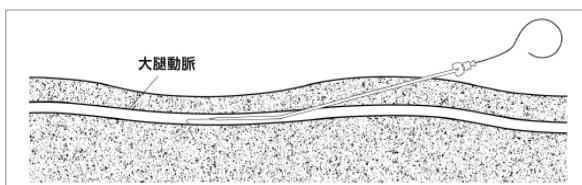
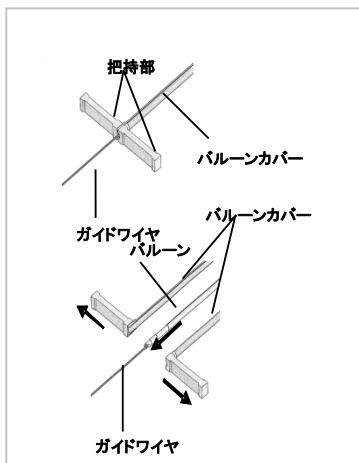
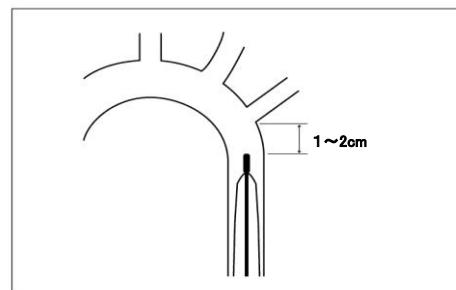
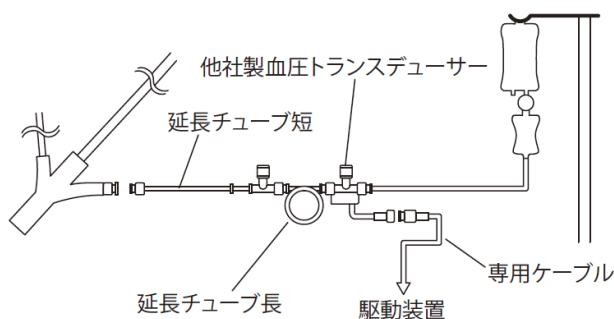

図2. ダイレーション
図3. バルーンカバー
図4. バルーン先端位置
図5. 血圧モニタリング接続
(7) 出血を手指で抑えながら、バルーン用ガイドワイヤ 0.64mm(0.025inch) × 1500mm を穿刺針のカニューラに挿入する。	(7) 出血を手指で抑えながら、シース用ガイドワイヤ 0.88mm(0.035inch) × 800mm を穿刺針のカニューラに挿入する。
(8) ガイドワイヤが胸部大動脈内まで入ったところで、カニューラを抜去する。	(8) ガイドワイヤが血管内に十分な長さまで入ったところで、カニューラを抜去する。
(9) ガイドワイヤ末端より拡張用ダイレータを挿入し、体表から血管までの組織をダイレーションする。(図 2 参照)	(9) ガイドワイヤ末端よりシース用ダイレータがセットされたシースを挿入し、体表に 2cm 程度残るまで血管内に進める。
(10) ガイドワイヤを残したまま、拡張用ダイレータを抜去する。手指で皮膚を圧迫し、出血を抑える。	(10) シースのみを残し、ガイドワイヤとシース用ダイレータを抜去する。
(11) クランプ等を用いて切開部の皮膚を拡張する。	(11) バルーン用ガイドワイヤ 0.64mm (0.025inch) × 1500mm をシースに通す。
(12) IAB カテーテルのセントラルルーメン先端にガイドワイヤを挿入し、体内に挿入する。(図3参照)	(12) ガイドワイヤを胸部大動脈内まで進める。IAB カテーテルのセントラルルーメン先端にガイドワイヤを挿入する。
(13) IAB カテーテル体内挿入直前に、バルーンカバーの先端把持部を持ってゆっくりと裂く。(図3参照)	(13) IAB カテーテル体内挿入直前に、バルーンカバーの先端把持部を持ってゆっくりと裂き IAB カテーテルをシースに挿入する。(図3参照)
(14) IAB カテーテルの挿入部に近いところをやさしくつかみながら、ガイドワイヤに沿って IAB カテーテルを進める。IAB カテーテルのキンクを防止するため、IAB カテーテルの挿入が完了するまで挿入部から 2 ~ 3cm 以内のところをつかみ短いストロークで挿入する。	(14) バルーン部がシースを通過したら、分岐部のルアーロックからガイドワイヤが出てくるまで、ガイドワイヤに沿って、IAB カテーテルを進める。IAB カテーテルのキンクを防止するため、IAB カテーテル挿入が完了するまで挿入部から 2 ~ 3cm 以内のところをつかみ短いストロークで挿入する。
(15) X 線透視下でガイドワイヤ先端とバルーン先端を確認しながら、ガイドワイヤに沿って IAB カテーテルを進めバルーンの先端を大動脈弓部の直下に位置させる。(図4参照)
(16) 手順(17)に進む。	(16) バルーン部が全てシースから出たことを以下の要領で確認する。IAB カテーテルの深度マーカ (バルーンに一番近い巾広のマーカ、またはそれ以降のマーカ) がシース内に入っていること。
(17) IAB カテーテルの位置を決めたら、ガイドワイヤを抜去する。
(18) 三方活栓と血圧モニタリングラインを IAB カテーテルのセントラルルーメン後端に接続する。血液を約 3mL 程吸引した後、IAB カテーテルのセントラルルーメンを約 3 ~ 5mL 程の滅菌生理食塩水でフラッシュする。
(19) 標準的な持続注入機構の付いた圧力モニタリングセットと、血圧モニタリングラインを接続する。(図5参照)